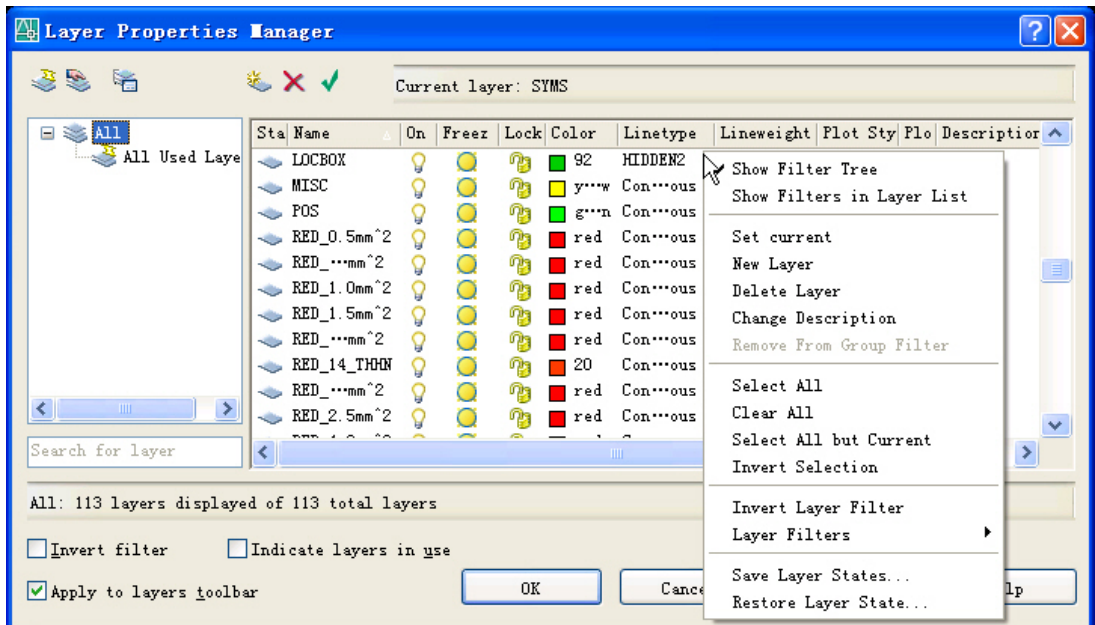

图 4-2
5、给 A3.dwg 新建一个 Title 层（取别的名字也可），颜色为白色。并切换到 Title 层。新建的方法是单击 AutoCAD 工具条上的图层管理按钮 ，在弹出的对话框中用鼠标右键单击图层显示区内的空白处，弹出快捷菜单中选新建图层。参见图 4-2。